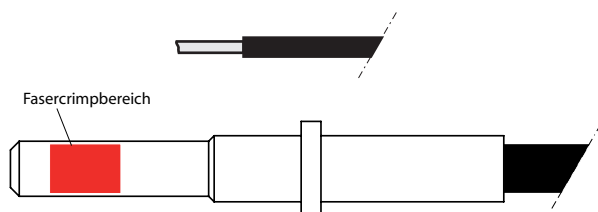

Bild 5 Fasercrimpbereich
- Abisolierte Faser bis zum Anschlag in die Steckverbinderhülse (s. Bild 5) schieben, die Faser muß ca. 1mm aus dem Steckverbinder hervorstehen.